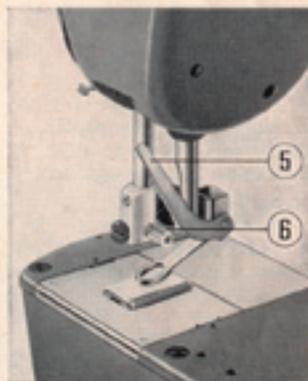

Abb. 12
Einzig der **Stopffuss** macht eine Ausnahme. Er wird von hinten an der Stoffdruckerstange befestigt. Dabei soll sich die Nadelstange in ihrer tiefsten Lage befinden. Achten Sie darauf, dass der Hebel (5) des Stopffusses hinter den Bolzen (6) des Nadelhalters zu liegen kommt (Abb. 12).